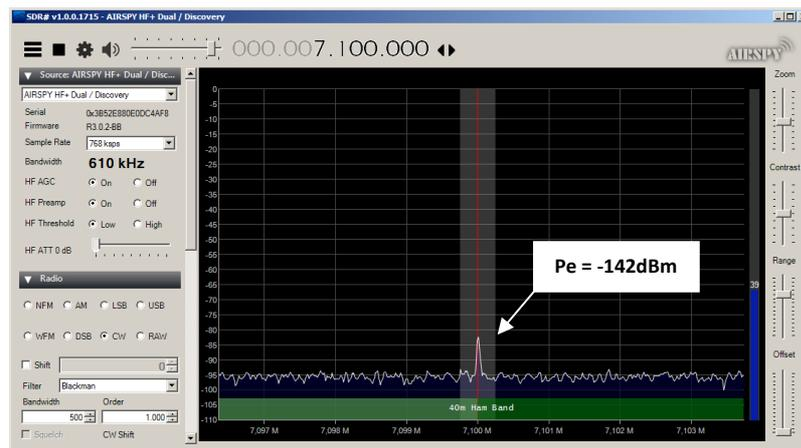

Bild 4: Signal mit $(S+N)/N=3dB$ über Rauschen, Empfindlichkeit (MDS) = $-142dBm@500Hz$
Hierzu wird der Eingang des Empfängers mit einem Messsender verbunden und dessen Pegel (P_e) soweit verkleinert, bis das NF-Ausgangssignal einen Zuwachs von $(S+N)/N = 3dB$ erreicht. Dann entspricht das Eingangssignal der Empfindlichkeit (dem Grundrauschpegel) des Empfängers. **Bild 4** zeigt die Messung der Empfindlichkeit bei $f_e=7.1MHz$, sie beträgt $-142dBm@500Hz$ entsprechend einem Rauschmaß (NF) von 5dB.